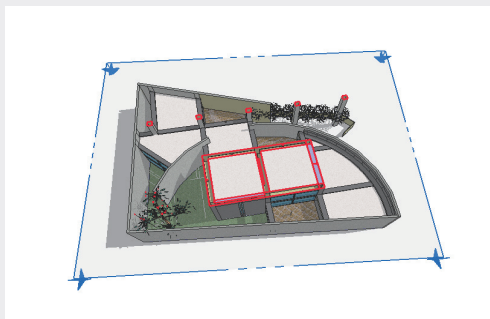

图3-151
1. 创建完截面后, 将自动调整到与当前模型面积接近的形状, 如图3-151所示; 2. 选中“剖切面”工具, 鼠标指针处显示新的剖面, 移动鼠标指针至几何体上, 剖面会捕捉到每个平面上, 可以按住Shift键锁定剖面所在的平面。